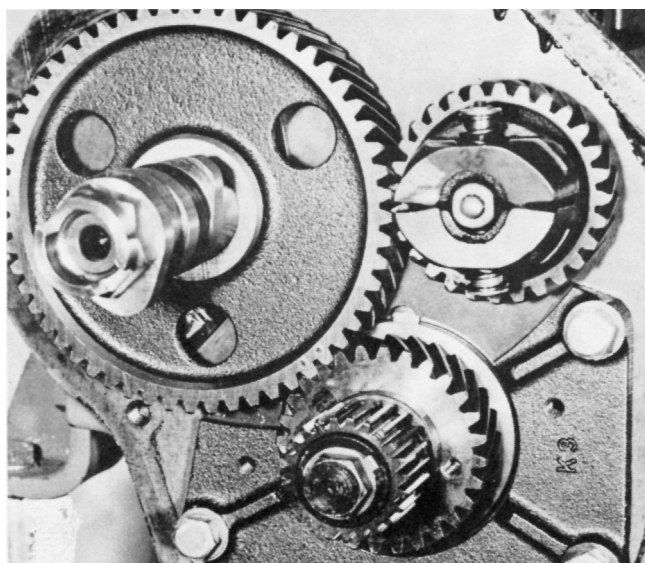

Fig. 24.
**OBS!** Körnslagen på kamaxelhjulet skall monteras mitt för körnslaget på vevaxeldrevet, se fig. 24.
8. Montera transmissionshjulet och kamskivan på kamaxeln. Obs! Se till att det kommer rätt enligt märkningen (se fig. 24). Drag fast den med den vänstergängade medbringarskruven. Åtdragningsmoment se "Tekniska data".